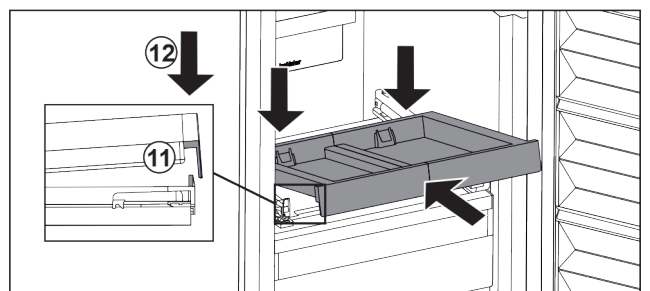

Fig. 45
- ▶ L'insérer en l'inclinant. Veiller à ce que, des deux côtés, la butée soit derrière la languette. Fig. 45 (11)
- ▶ Déposer le compartiment coulissant par l'avant. Fig. 45 (12)